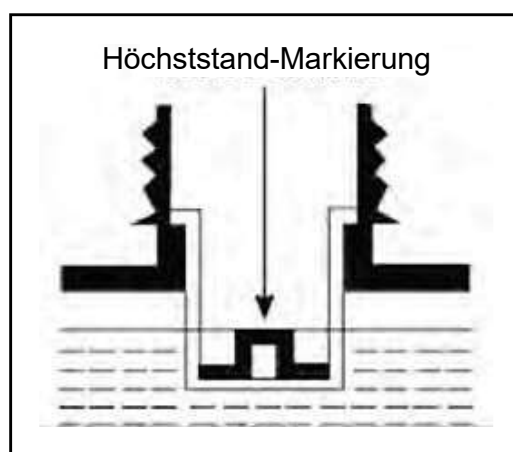

Fig.3B
- Den Tank nicht überfüllen. (Der Kraftstoff darf nicht die obere Grenzmarke überschreiten. Fig. 3B).